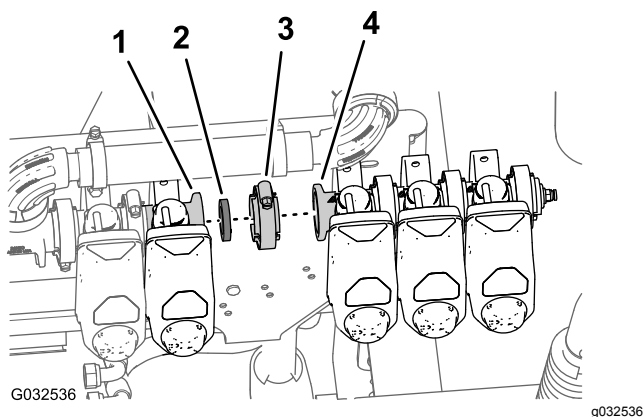

図 91
1. 左ブームバルブノズルバルブ 8 番を、ノズルバルブ 7 番のフランジに合わせる 図 91。
2. フランジ付きクランプを使って、ガスケットとノズルバルブ8番を、ノズルバルブ7番に仮止めする 図 91。